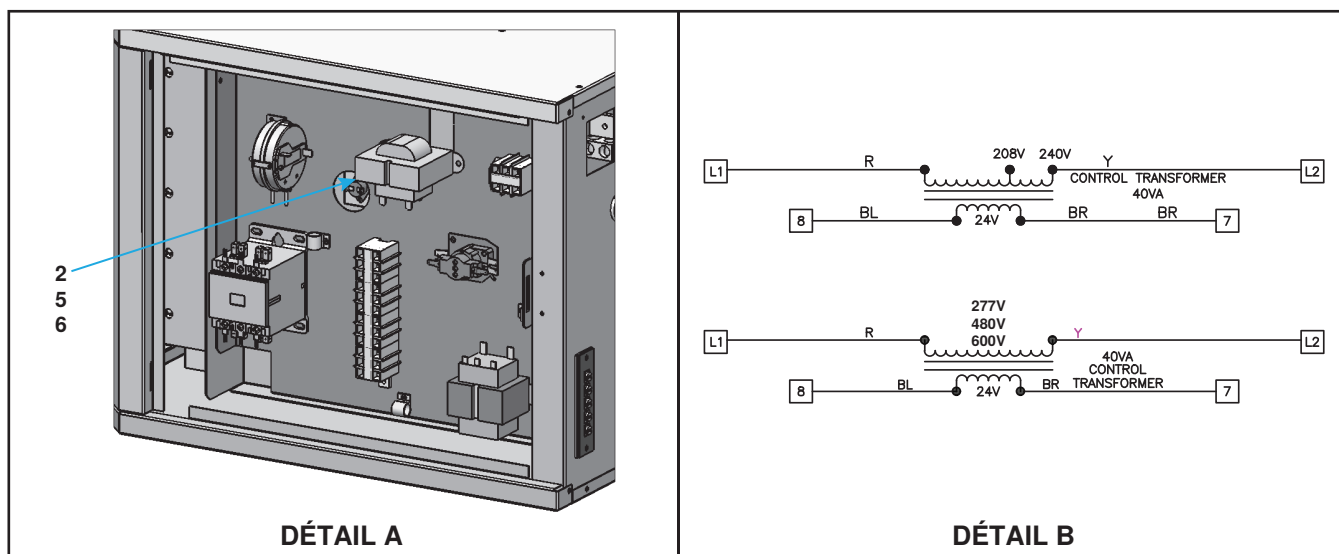

Figure 1. Emplacement du transformateur (typique) et câblage—modèle EUH (reportez-vous au Tableau 1)
- (1) Retirer le panneau d'accès au compartiment de commande.
- (2) Positionner le transformateur (5) tel qu'illustré à la Figure 1, DÉTAIL A et fixer le transformateur à l'aide de vis autotaraudeuses (2).
- (3) Branchez les fils du transformateur (5) conformément à la Figure 1, DÉTAIL B.
- (4) Installer le panneau d'accès au compartiment de commande.